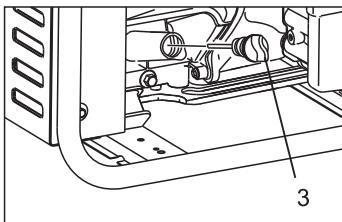

Рис. 3
2. Выкрутите пробку маслозаливной горловины (поз. 3, рис. 3);